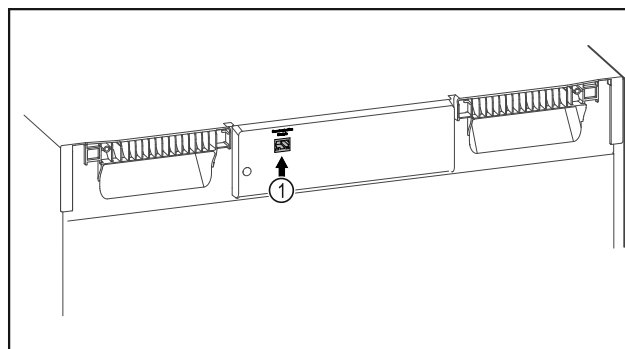

Fig. 86
- ❑ Le SmartModule Fig. 86 [1] est en place.